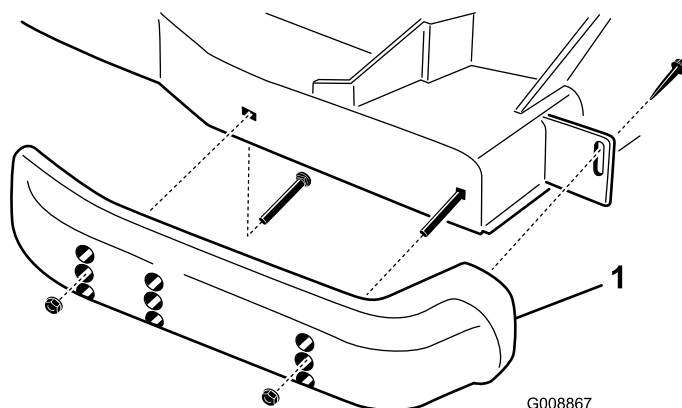

Figura 26
1. Afloje el tornillo situado en la parte delantera de cada patín (Figura 26).
2. Retire los pernos con arandela prensada y las tuercas de cada patín (Figura 26).